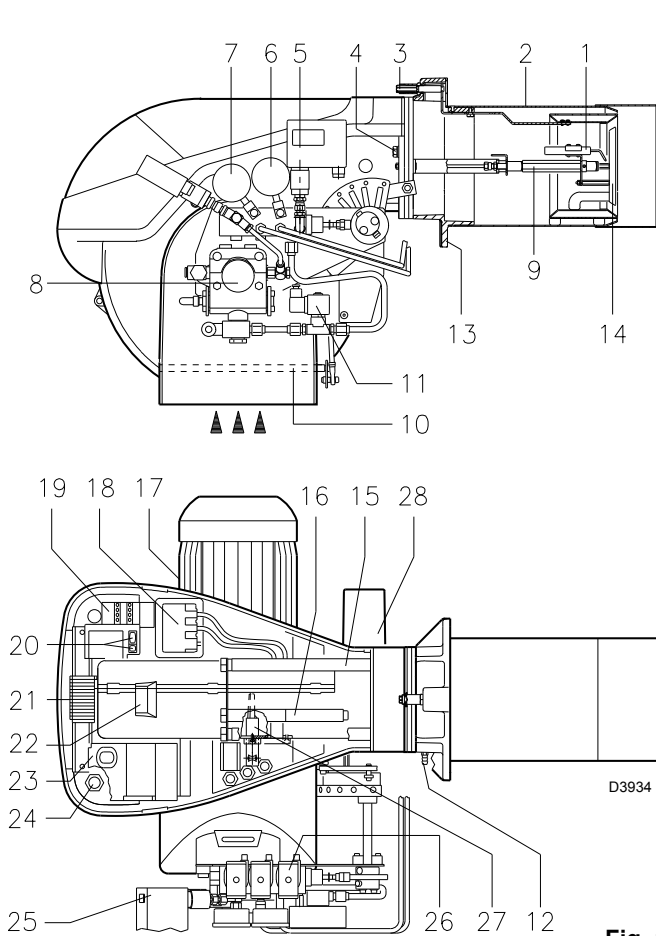

Fig. 1
Blocage coffret : l'allumage du bouton-poussoir (led rouge) du coffret de sécurité 23) (Fig. 1) signale que le brûleur s'est bloqué.
Blocage moteur : pour le déblocage appuyer sur le bouton-poussoir du relais thermique 19) (Fig. 1).
- 4 - Rallonges 16) (Fig. 1) de guides 15) (Fig. 1)